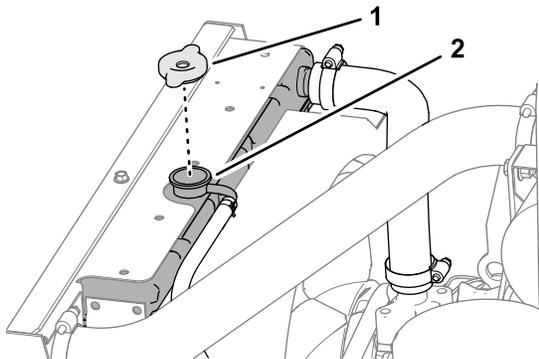

Figura 6
1. Retire o tampão do radiador do tubo de enchimento do radiador (Figura 6).